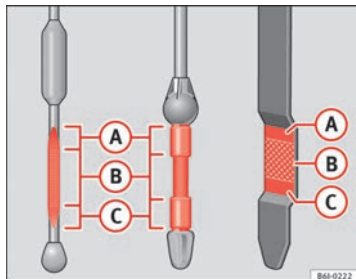

Abb. 127 Ölmesstab
- Den Messstab anschließend wieder herausziehen und den Ölstand ablesen ⇒ Abb. 127. Füllen Sie gegebenenfalls Motoröl nach.